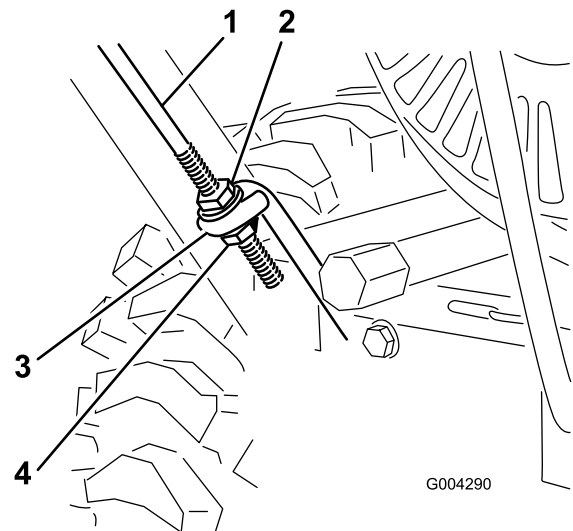

Рисунок 4
3. Наверните гайку (не контргайку) с буртиком, направленным вниз, на шток привода, соединенный с левой стороной рукоятки (Рисунок 4).
4. Расположите левую часть узла рукоятки сбоку от снегоочистителя и вставьте нижний конец штока привода в проушину для штока (Рисунок 4).
1. Навинтите контргайку с буртиком (буртиком вверх) на нижнюю часть управляющего штока привода под проушиной на нижнем штоке привода (Рисунок 4).